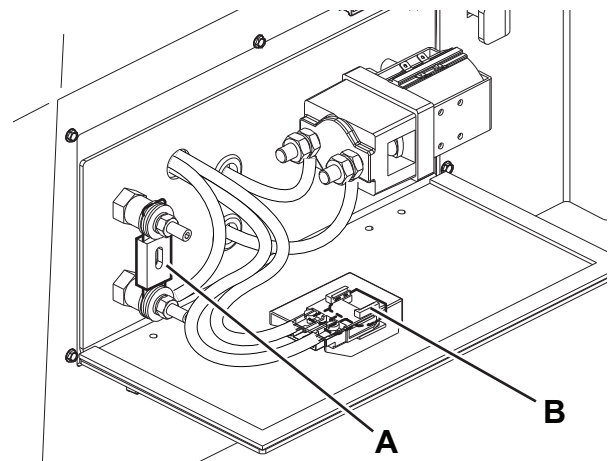

Abbildung 11
3. Zündschlüssel (57) in Stellung „O“ drehen und abziehen.
4. Abdeckung der Sicherungsbox (23) öffnen.
- (A, Abb. 11): Streifensicherung F0 (250 A), Elektromotor Hauptpumpe
- (B): Messersicherung F10 (30 A) (B), Hilfsstromkreise